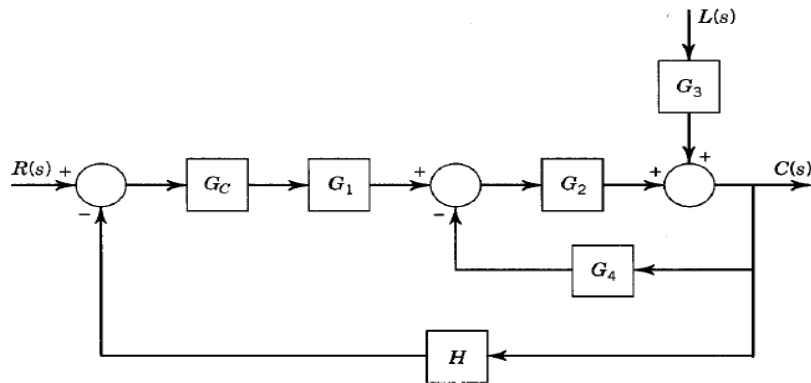

Figura 5: Diagrama de blocos.
9. Determine as funções de transferência  $\frac{C(s)}{R(s)}$  e  $\frac{C(s)}{L(s)}$  para o sistema mostrado na Figura 5.